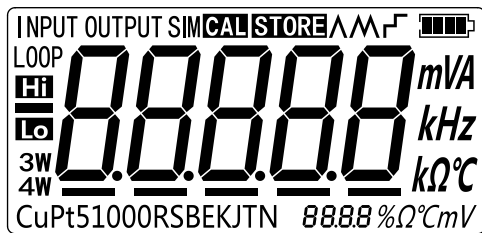

图 2.1-2
2. 按  持续 2s 以上打开校验仪。此时校验仪将进行自检，自检包括仪器内部电路和 LCD 显示屏，自检时 LCD 显示屏将显示所有内容，持续时间为 1s，界面如图 2.1-2 所示。